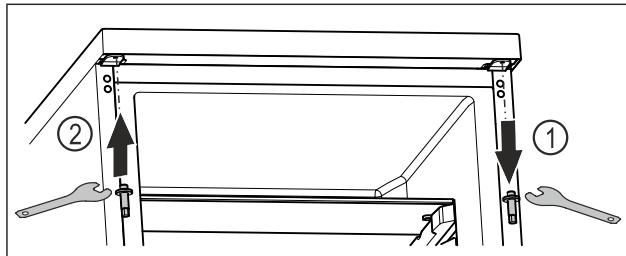

Fig. 19
- Выкрутите верхний болт ключом с наружным шестигранником. *Fig. 19 (1)*
- Затяните болт на противоположной стороне ключом с наружным шестигранником. *Fig. 19 (2)*